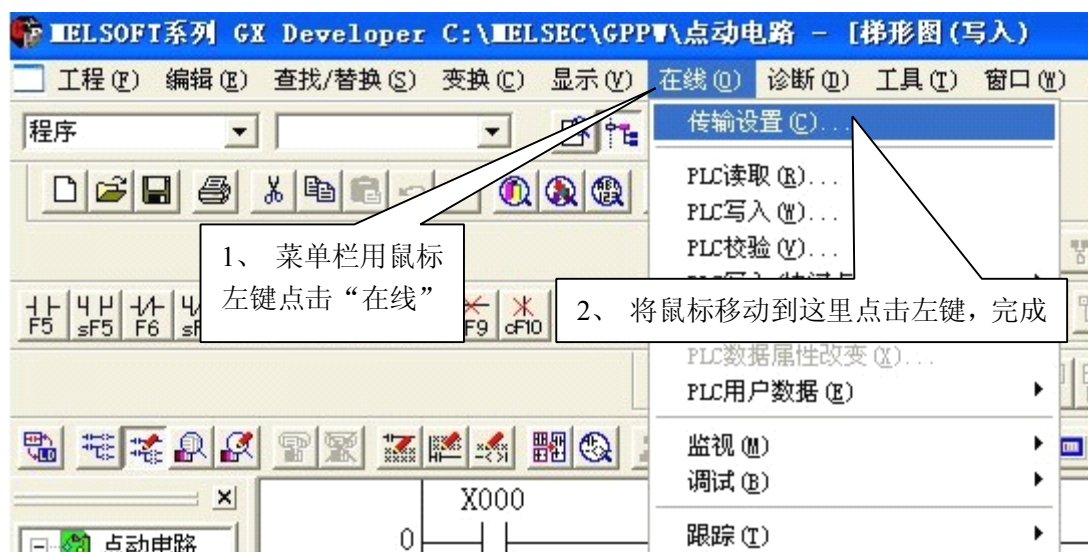
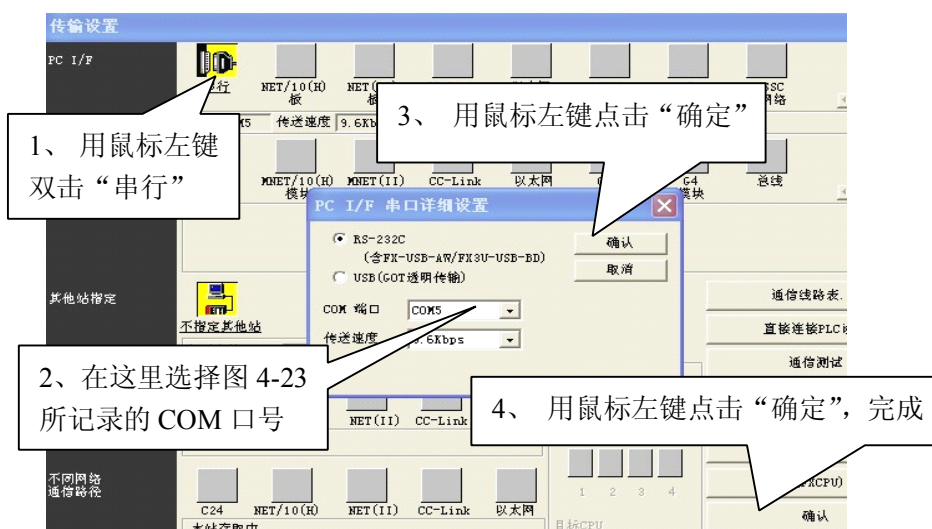

图 4-24 设置 PLC 与计算机连接 COM 口
图 4-25 设置 PLC 与计算机连接 COM 口
“Prolific USB-to-Serial Comm Port (COM5)”是 COM 几？并记住用鼠标点击 X 退出。转下图 4-24，进入“三菱 Gx-Developer”PLC 编程软件界面。
在“三菱 Gx-Developer”PLC 编程界面用鼠标左键点击菜单栏“在线 (O)”弹出图 4-24 子菜单，再用鼠标左键点击“传输设置 (C)”进入下图 4-25